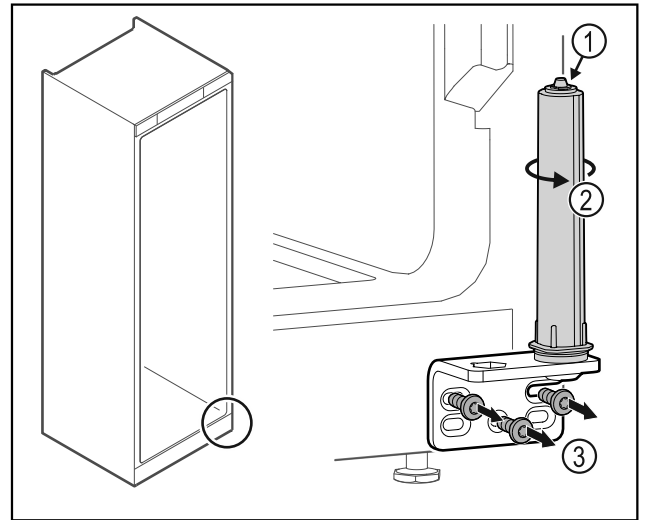

Fig. 30
- Älä pura oven sulkuyksikköä Fig. 30 (1).
- Kierrä sulkuyksikköä Fig. 30 (2), kunnes se naksahtaa.
- Irrota saranakulma Fig. 30 (3).